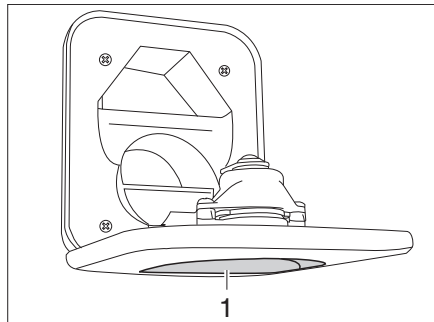

Bild 275 Frischwasser-Einfüllstutzen für Toilette
- Frischwasser-Einfüllstutzen für Toilette (Bild 275,1) oberhalb der Klappe für die Thetford-Kassette öffnen und nach unten schwenken.